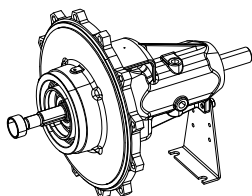

Fig. 35: Skuffmodul
- Se fig. 35: Skyv avstandsringen på akselen.